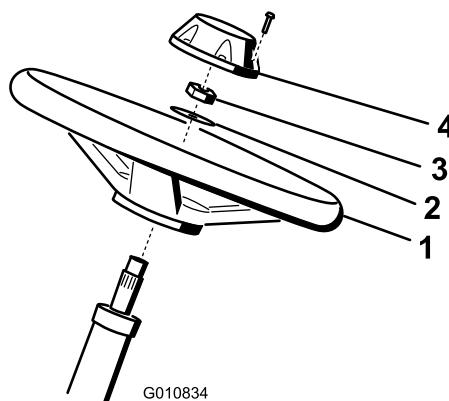

図 3
- ハンドルをステアリング シャフトにはめ込む（図 3）。
- ワッシャをステアリング・シャフトにはめ込む（図 3）。
- ジャムナットでハンドルを固定し、2.8～3.6 kg.mにトルク締めする（図 3）。
- キャップを取り付け、ねじで固定する（図 3）。